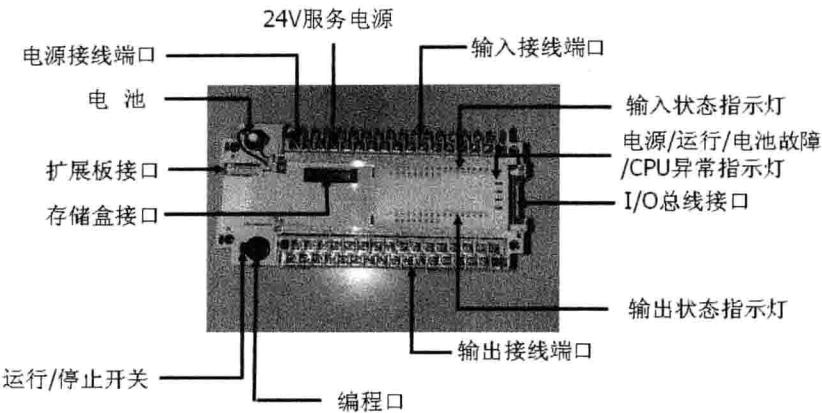

图 1-5 PLC 基本单元组成结构
2.3 FX PLC 基本单元各部分说明,以 FX_{2N} 为例,如图 1-5 所示